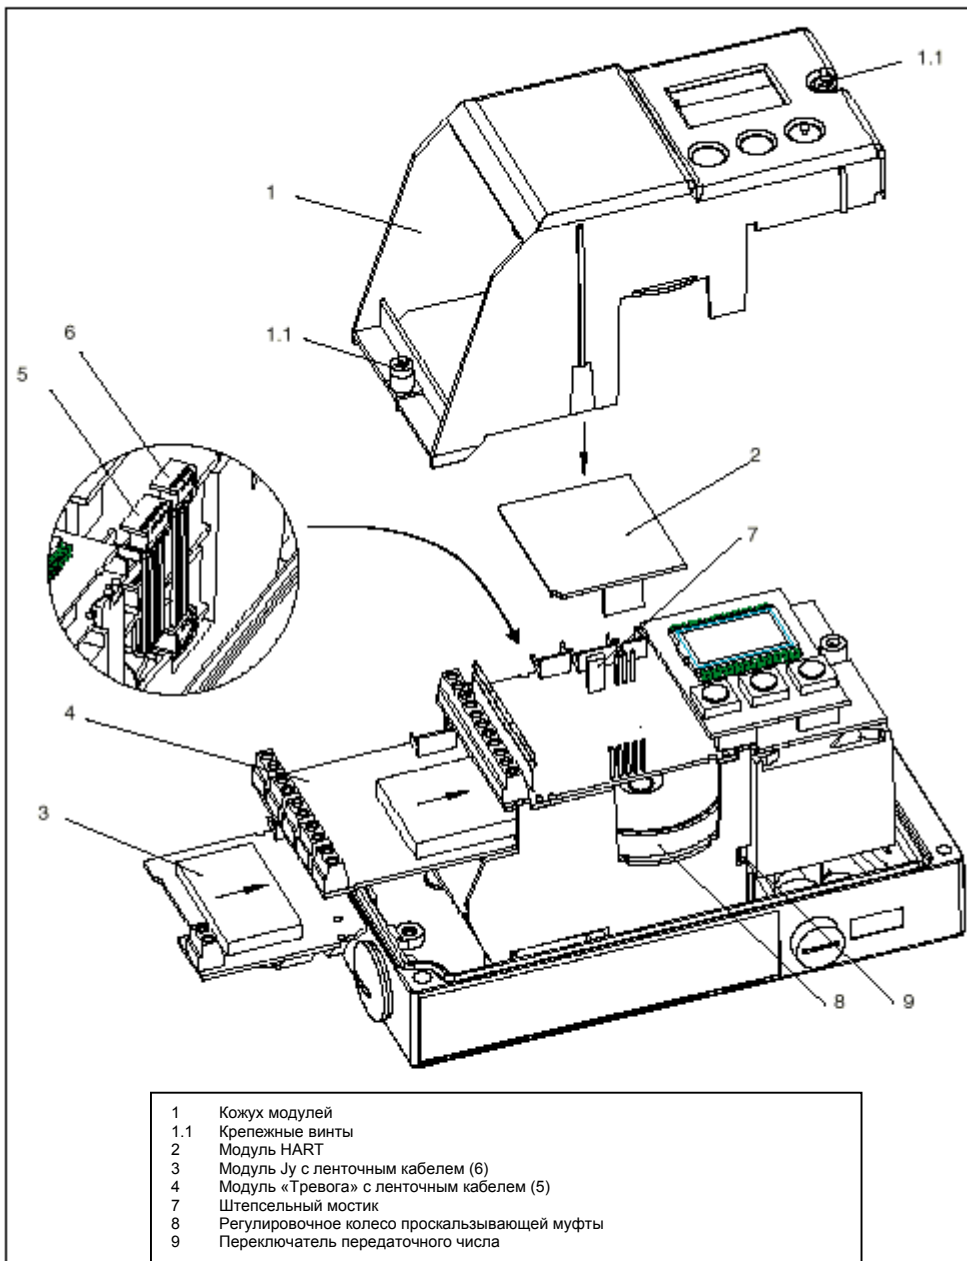

Рис. 3 Монтаж опционных модулей, приборы без PROFIBUS PA
7. Указатель напряжения потенциометра в % (верхняя строка указателя) должен при этом постоянно оставаться в диапазоне от **P5.0** до **P95.0**. Если данные параметры не соблюдаются необходимо переставить проскальзывающую муфту (8, рис. 3) следующим образом: Переставить привод посредством нажатия клавиши  в конечное положение. Переставить проскальзывающую муфту таким образом, чтобы на верхней строке дисплея появился параметр между **P90.0** и **P95.0**
8. Заново пройти весь диапазон регулирования, переставляя при этом привод с помощью клавиш  и  в соответствующее конечное положение. Напряжение потенциометра должно постоянно оставаться в пределах диапазона **P5.0 – P95.0**. Если это не получается, необходимо переставить проскальзывающую муфту (8, рис. 3) следующим образом: Переставить привод через нажатие клавиши  в конечное положение. Переставить проскальзывающую муфту таким образом, чтобы на верхней строке дисплея указывалось значение между **P5.0** и **P10.0**.
9. Перевести привод в горизонтальное положение рычага. Указатель должен показывать значение между **P48.0** и **P95.0**. В ином случае переставить проскальзывающую муфту (8, рис. 3) таким образом, чтобы при горизонтальном положении рычага на дисплее высвечивалось значение **P50.0**. Чем точнее будет указано данное значение, тем точнее позиционер может указывать путь.
6. Указатель напряжения потенциометра в % (верхняя строка указателя) должен при этом постоянно оставаться в диапазоне от **P5.0** до **P95.0**. Если данные параметры не соблюдаются необходимо переставить проскальзывающую муфту (8, рис. 3) следующим образом: Переставить привод посредством нажатия клавиши  в конечное положение. Переставить проскальзывающую муфту таким образом, чтобы на верхней строке дисплея указывалось значение между **P90.0** и **P95.0**.
7. Заново пройти весь диапазон регулирования, переставляя при этом привод с помощью клавиш  и  в соответствующее конечное положение. Напряжение потенциометра должно постоянно оставаться в пределах диапазона **P5.0-P95.0**. В ином случае переставить проскальзывающую муфту (8, рис. 3) следующим образом: Снова переставить привод посредством нажатия клавиши  в конечное положение. Переставить проскальзывающую муфту таким образом, чтобы на верхней строке дисплея указывалось значение между **P5.0** и **P10.0**.